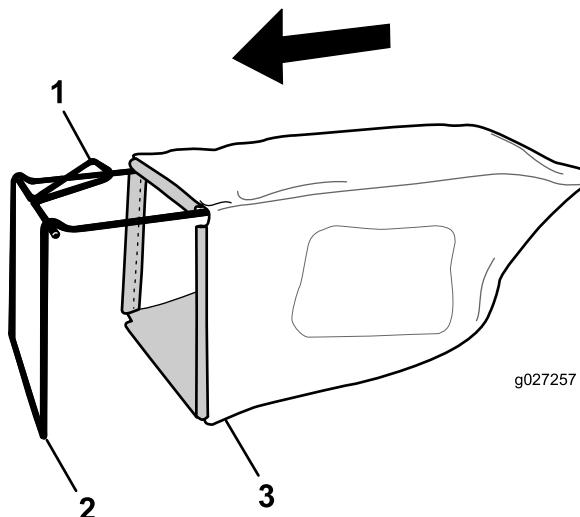

Figure 6
- Glissez le bac sur l'armature, comme montré à la Figure 6.
Remarque: Ne faites pas passer le bac sur le guidon (Figure 6).